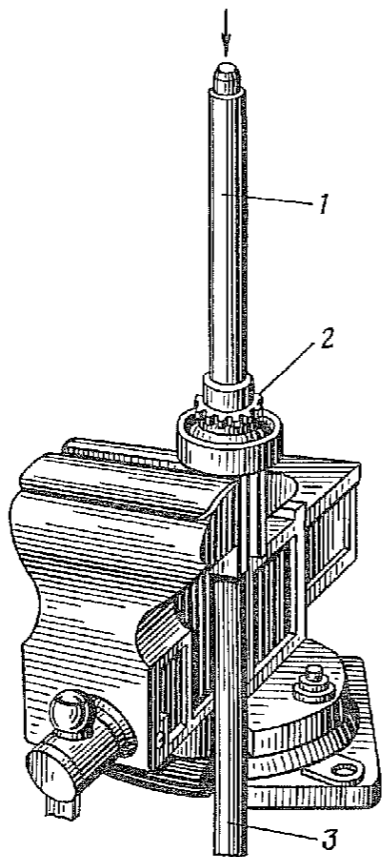

Рис. 156. Спрессовка и напрессовка зубчатого хвостовика в сборе с подшипником:
1.3. Спрессовать с приводного вала 3 (рис. 156) зубчатый хвостовик 2 в сборе с подшипником (наставка медная, молоток 500 г, тиски 1-150, накладки для губок тисков).
1.6. Спрессовать с приводного вала 3 (рис. 156) зубчатый хвостовик 2 в сборе с подшипником (наставка медная, молоток 500 г, тиски 1-150, накладки для губок тисков).